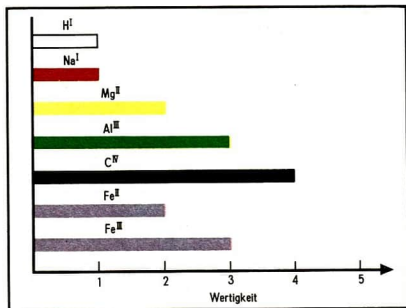

Abb. 42
Die (stöchiometrische) Wertigkeit wird durch römische Ziffern bezeichnet. Man schreibt sie bei Bedarf als Hilfsmittel rechts oben an das Symbol (Abb. 42).
- ② Begründe die Wertigkeiten von Zink und Kohlenstoff, indem du den Merksatz von Seite 56 auf folgende Verbindung anwendest: a) Zinkoxid ZnO ; b) Kohlendioxid CO_2 ! (↗ Tabelle 11, S. 103)
- ③ Stelle chemische Elemente zusammen, die in mehreren Wertigkeiten auftreten können (↗ Tabelle 11, S. 103)!
- ④ Stelle die möglichen Wertigkeiten von Kupfer, Quecksilber und Blei grafisch nach dem Beispiel der Abbildung 42 dar!